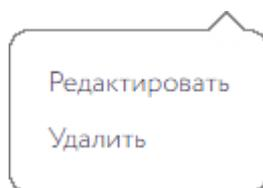

Рисунок 32 – Подменю управления ПИ
1. В окне «Настройка рабочей области» нажать на «⋯» в соответствующем поле ПИ (см. рисунок 32). После чего развернется подменю управления, в котором нужно выбрать пункт «Изменить».